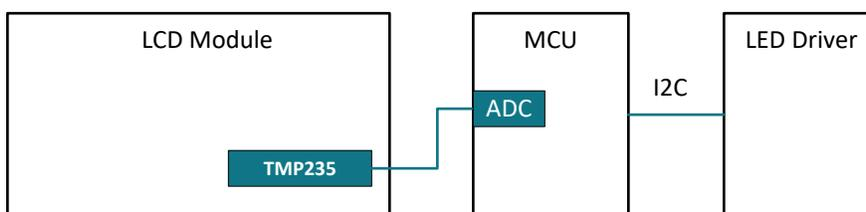

図 3. アナログ温度 IC を使用したディスプレイの温度センシング
アナログ温度集積回路 (IC) センサは温度に比例した電圧を出力する機能を備えており、サーミスタに対するコスト効率の優れた代替品です。サーミスタはディスクリート素子であるため、特にキャリブレーションをまったく行わない場合、そのソリューションの精度はシグナルチェーン内の外付け部品の許容誤差とドリフトの影響を受ける可能性があります。TMP235-Q1 などのアナログ温度 IC は、抵抗をまったく必要とせず、Class-AB 出力ドライバを内蔵しているおかげで電圧リファレンスが変動してもほとんど影響を受けません。図 3 に示すように、ディスプレイ内のサーミスタを配置した同じ場所に IC を配置し、直接 ADC に接続します。『車載用 144 ゾーン・ローカル調光バックライトのリファレンス・デザイン』は、アナログ温度 IC を使用してディスプレイ温度を測定する方法の一例です。